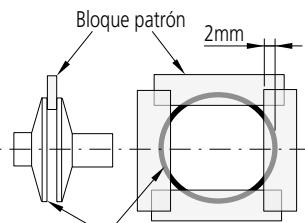

Fig.2 Cara de medición
- El paralelismo se puede verificar midiendo un bloque patrón en cuatro posiciones en las caras de medición y 2 mm desde el borde, como se muestra (**Fig.2**)